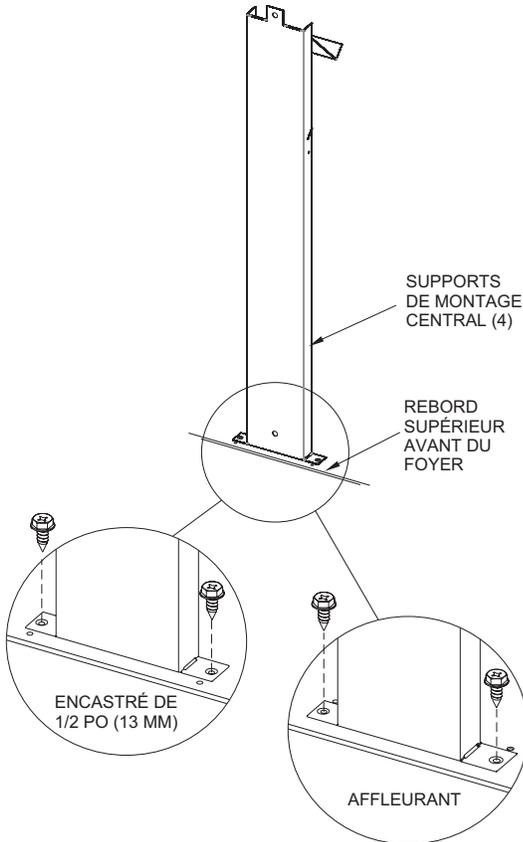

Figure 29
4. Fixer les quatre ferrures de l'ossature de montage centrales sur le bord supérieur avant du foyer. Ces ferrures supportent la planche non combustible fournie au-dessus du foyer. Prérégler la profondeur en fonction du matériau de façade (affleurante ou encastrée de 1/2 po (13 mm)). **Voir Figure 29.**